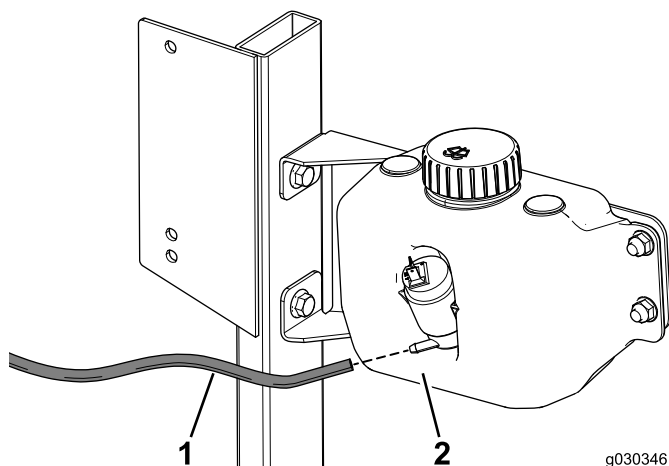

図 41
1. ウォッシャー用ホースをウォッシャー液タンクに取り付ける図 41。